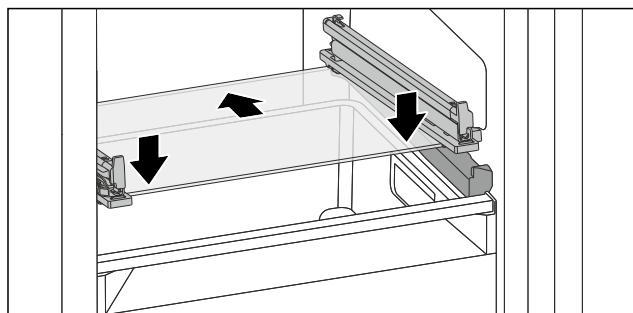

Fig. 140 Стеклнная пластина откидного выдвижного ящика
- Наклоняя вниз, установите стеклнную пластину за стопоры. (см. Fig. 140)